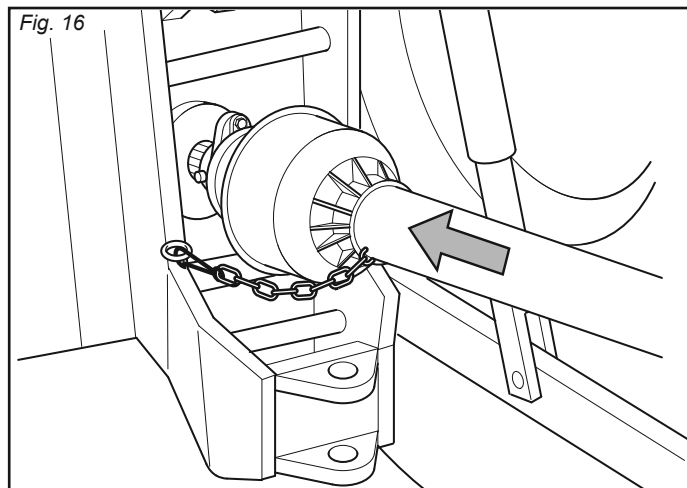

Fig. 16
- 5 - Innestare l'albero cardanico e assicurarsi che sia perfettamente bloccato sulla presa di forza. Verificare che la protezione ruoti liberamente e fissarla con l'apposita catenella (Fig. 16).